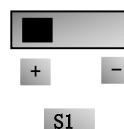
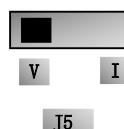

图 5-12
图 5-13
(7) E2300 控制板端子附近有一拨动开关 S1，如图 5-12，S1 选择 AI1 通道的电压输入范围，拨到“+”端，AI1 的输入范围是 0~10V，拨到“-”端，AI1 的输入范围是 -10~10V，具体拨码开关的对应位置，其他拨码开关的位置方式详见下表 5-2。.
(8) 闭合 D13 开关，电机开始正向运转；
(9) 在运行中，可调节设定电位器，修改变频器当前设定频率；
(10) 在运行中，断开 D13 开关，再闭合 D14 开关，电机运行方向改变；
(11) 断开 D13 开关和 D14 开关，电机减速，直到停止运行；
(12) 断开空气开关，变频器断电。
(13) E2300 有两路模拟量输出端子 A01、A02，A02 端子只可以输出电流信号；A01 端子既可以输出电压信号也可以输出电流信号，电压电流输出选择开关是 J5，见图 5-13，A01 输出关系如表 5-4。